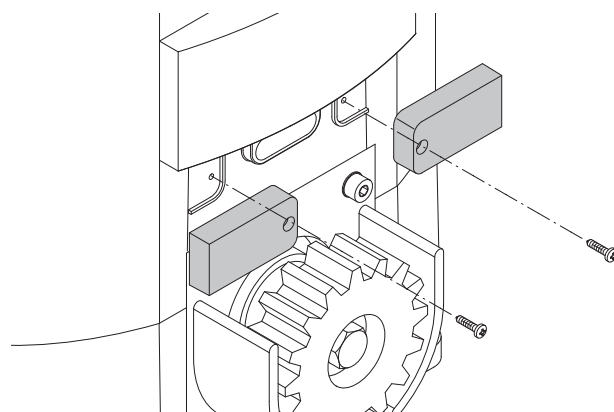

Fig.4
3. Voer de kabels van de sensor door de daarvoor bestemde gaten en bevestig de sensorsteunen op de magnetische eindschakelaars, zoals aangegeven in Fig.4.